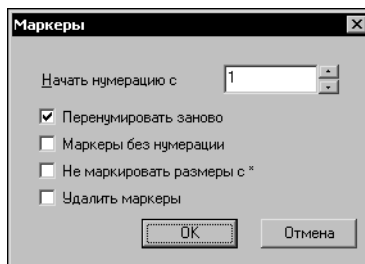

Рис. 5.10. Параметры добавления маркеров
2. В окне **Маркеры** установите параметры маркировки (рис. 5.10):